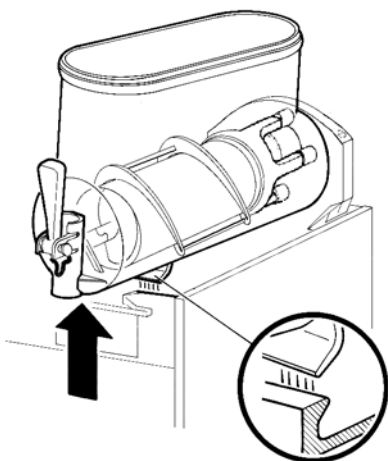
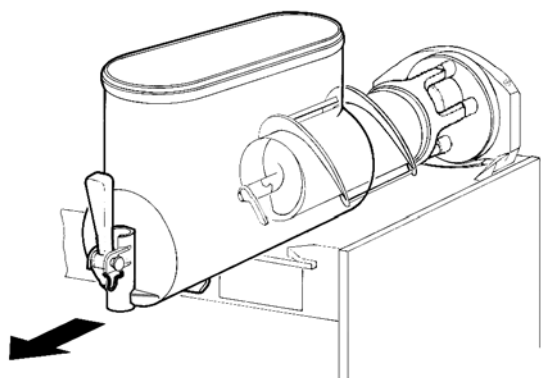

figura 5
figura 6
- 2 Smontare il contenitore spingendone leggermente la parte inferiore (lato rubinetto) verso l'alto per liberarne gli agganci inferiori (vedere figura 5) e sfilandolo successivamente dal davanti (vedere figura 6).
8 Sul modello MT 1P montare il vassoio laterale con sequenza inversa rispetto a quanto fatto per lo smontaggio (vedere figura 5).